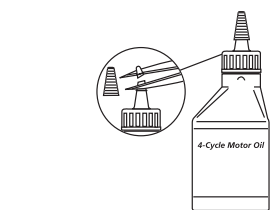

Fig. 4
Un flacon d'huile SAE 30 SF, SG, SH de 60 ml (2,03 oz) est fourni avec cet appareil (Fig. 4).
1. Dévissez le bouchon du flacon d'huile et retirez l'opercule sur l'ouverture. Remettez le bouchon en place et coupez la pointe en entonnoir (Fig. 4).